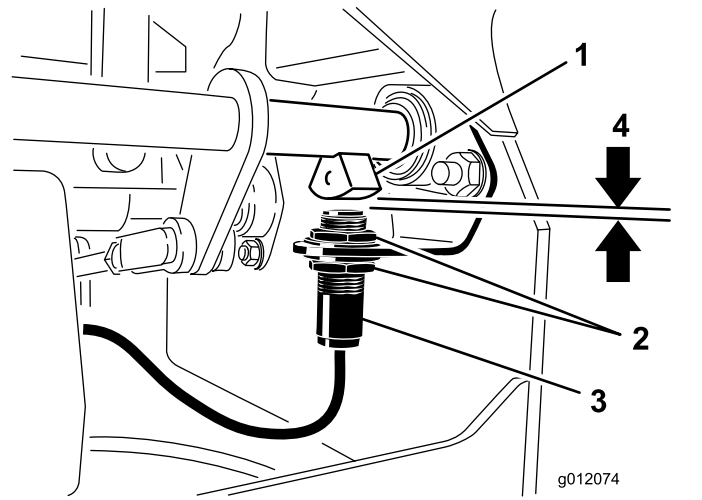

Bild 77
4. Schieben Sie den Schalter an der Halterung nach oben oder unten, bis der Abstand zwischen dem Bremswellensensor und dem Schalterplunger 3,9 mm beträgt, wie in Bild 77 abgebildet.